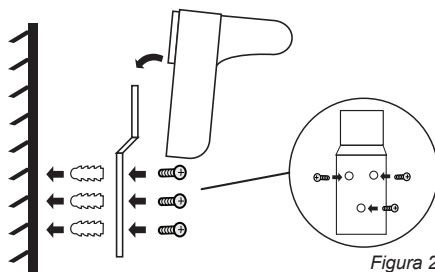

Figura 2
1. Inserire la parte posteriore della griglia di protezione del ventilatore (B) sull'asse del vano motore, avendo cura di posizionare esattamente i fori in corrispondenza dei perni del vano motore e la maniglia in alto.
5. Nella modanatura sono presenti cinque morsetti (A). Inserire accuratamente la morsetto superiore della modanatura attorno al perimetro esterno della griglia di protezione in modo tale da potere serrare assieme gli parti della modanatura mediante il dado e la vite in dotazione (C). Serrare la vite servendosi di un cacciavite per viti con intaglio a croce.
8. Selezionare una posizione appropriata e fissare il montaggio staffa (11) su una parete forte (o individuare uno stallone dietro pannelli di cartongesso) con tre tasselli (13) e viti (12) in dotazione. (vedi figura 2)